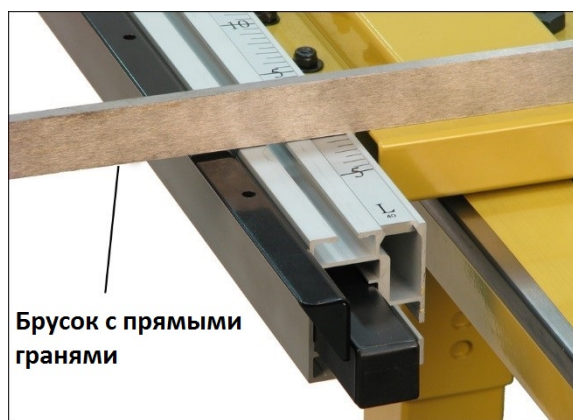

Рисунок 7-21
3. Поместите брусок с прямыми гранями одновременно на стол и направляющую настройки угла в передней и задней части стола, чтобы убедиться, что направляющая выровнена со столом по всей длине. См. рисунок 7-21.